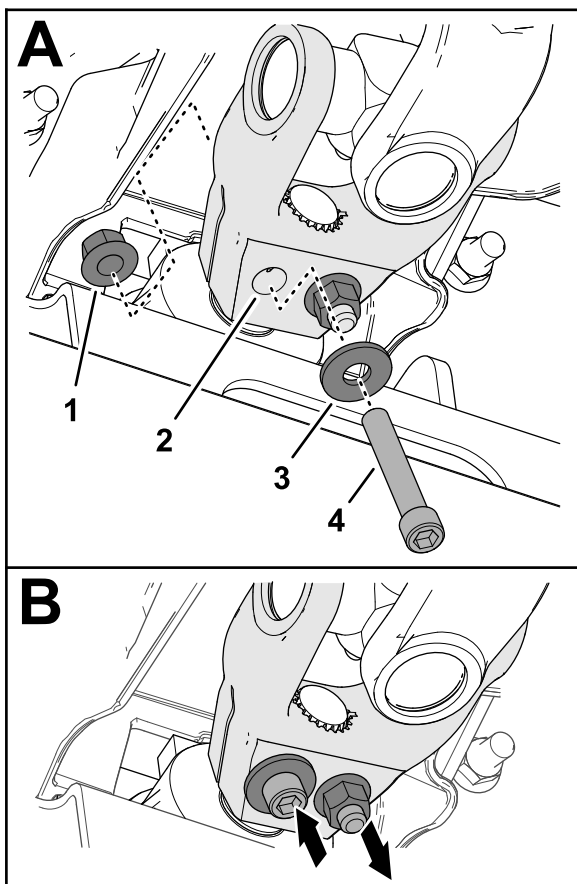

Figure 16
6. Insérez une vis à tête creuse ($\frac{3}{8}$ " x $2\frac{1}{4}$ ") dans une rondelle ($\frac{3}{8}$ ") et dans le trou de la chape de l'arbre d'entraînement (Figure 16), et fixez la vis en place avec un contre-écrou à embase ($\frac{3}{8}$ ").
- Insérez une vis à tête creuse ($\frac{3}{8}$ " x $2\frac{1}{4}$ ") dans une rondelle ($\frac{3}{8}$ ") et dans le trou de la chape de l'arbre d'entraînement en passant par l'autre côté (Figure 16), et fixez la vis en place avec un contre-écrou à embase ($\frac{3}{8}$ ").